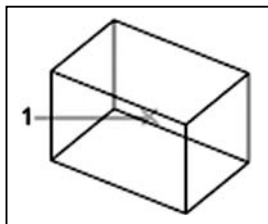

Рис. 4.3. Построение ящика по указанной точке центра
1. «Задать центр: ...» — указать точку (1) — рис. 4.3;